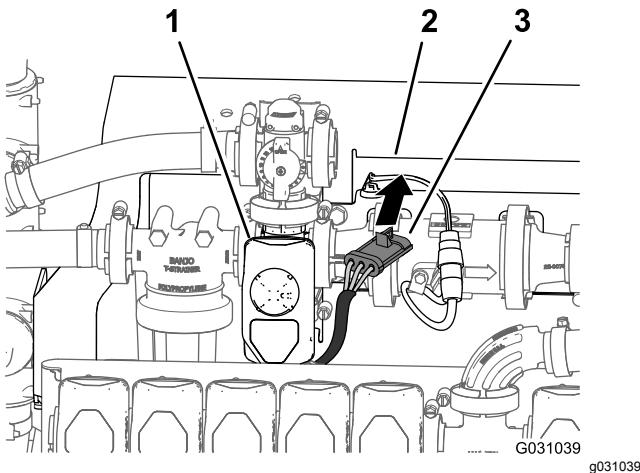

Figura 102
5. Disponete il connettore a 3 pin per il cablaggio della valvola dell'agitatore davanti al supporto del collettore (Figura 102).